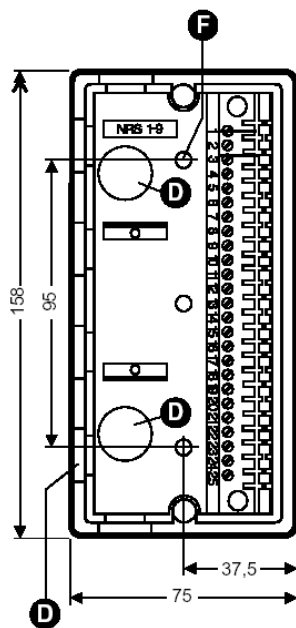
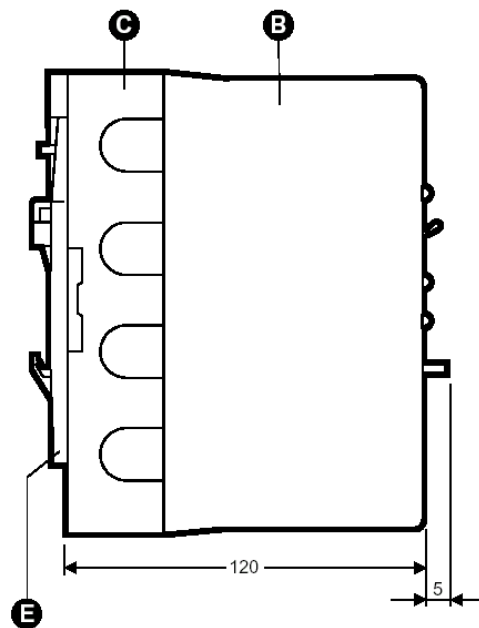

Fig. 3
Fig. 4
Wymiary patrz Fig.3 i 4
3. Wybrać wejście kablowe (D) Fig.3 i wyjść właściwą uszczelkę.
2. Odkręcić zatrzask montażowy (E) Fig.4.
3. Wywiercić otwory (F) oznaczone na podstawie za pomocą wiertła o średnicy 4,3mm.
5. Wybrać wejście kablowe (D) Fig.3 i wyjść właściwą uszczelkę.